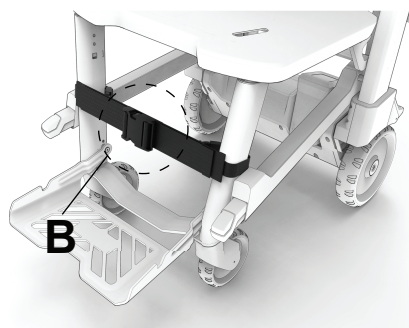

Figura 29 – Collegare la fibbia di sblocco laterale a doppia regolazione
2. Avvolgere le cinghie intorno alle caviglie del paziente. Collegare la fibbia di sblocco laterale a doppia regolazione più grande (B) (Figura 29).